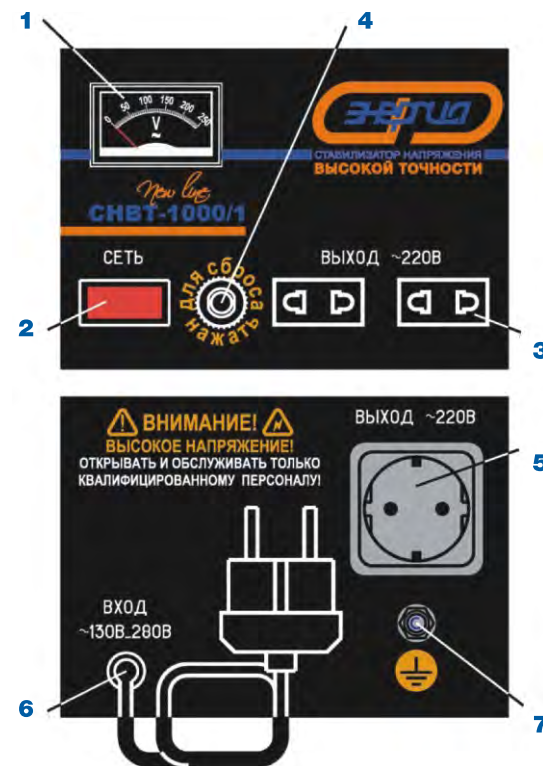

Рис. 3. Модели СНВТ-500/1...1500/1
4.1. ПЕРЕЧЕНЬ СОСТАВНЫХ ЧАСТЕЙ ИЗДЕЛИЯ (РИС. 3, 4, 5, 6, 7). ТАБЛИЦА 2
5.4.1. Расположение элементов подключения, управления и индикации для всех моделей показано на рис. 3, 4, 5, 6, 7. Их позиционные обозначения и назначение указаны в Таблице 2.